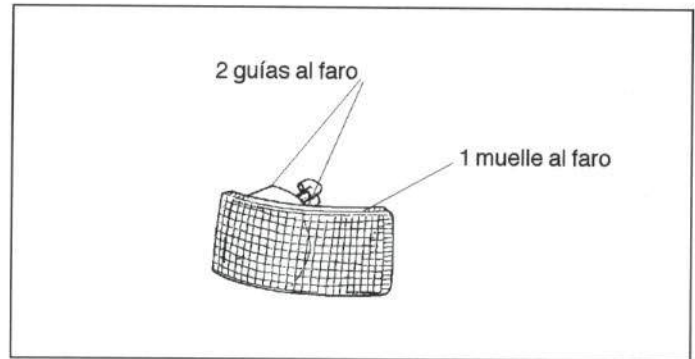

Figura 17.- Fijación del piloto
El piloto delantero va fijado al faro mediante dos guías y un muelle (figura 17).
- Rejilla frontal (figura 17).